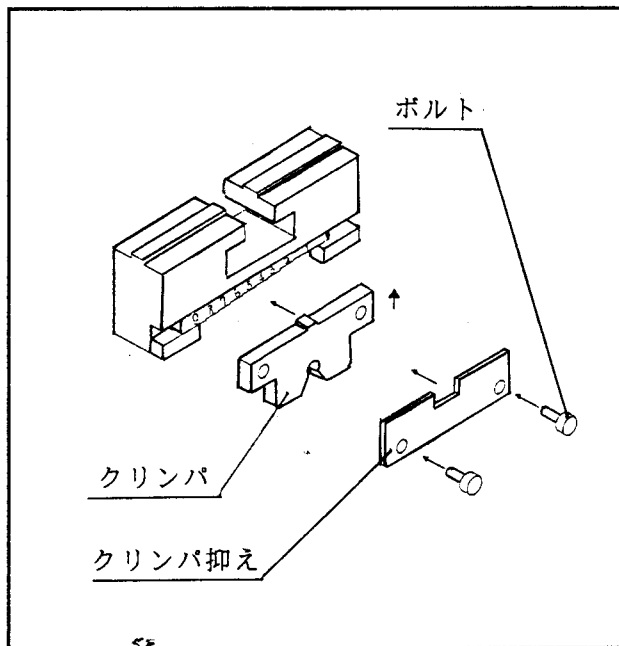

図 7
- ①図7の様に2本のボルトを取外して下さい。
- ②クリンパ抑え及びクリンパを取外して下さい。
- ③新しいクリンパに交換し、クリンパ抑えを取付けクリンパを上押しながら、ボルトで締め付けて下さい。